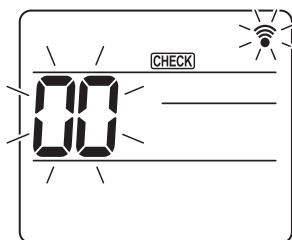
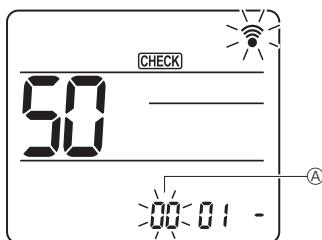
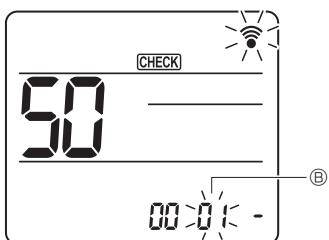
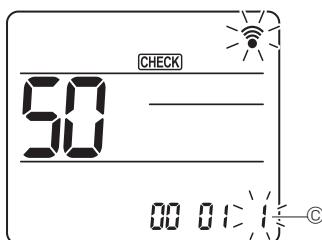

Fig. 7-18
Fig. 7-19
Fig. 7-20
Fig. 7-21
7.4.2. Med den trådløse fjernbetjening (Fig. 7-18, Fig. 7-19, Fig. 7-20, Fig. 7-21)
- ① Gå til funktionsvalgstilstanden
[CHECK] lyser, og "00" blinker. (Fig. 7-18)
- ② Indstilling af enhedsnummer
Tryk på -knappen for at indstille enhedsnummeret ①. (Fig. 7-19)
- ③ Vælg en tilstand
Tryk på -knappen for at indstille funktionsnummeret ②. (Fig. 7-20)
- ④ Indstilling af indstillingsnummer
Brug -knappen til at ændre indstillingsnummeret ③. (Fig. 7-21)